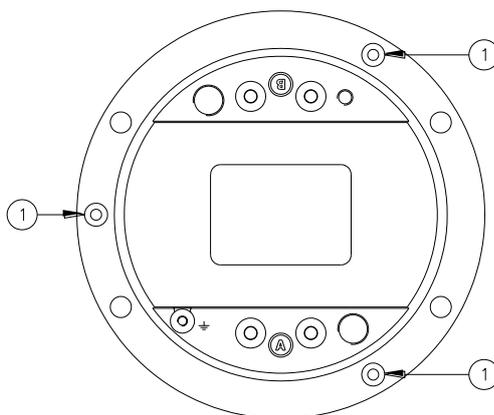

Figura 19 – Viti di fissaggio del coperchio inferiore
- Separare il coperchio inferiore dalla calotta svitando le tre viti di bloccaggio TSCE M5x10 (Figura 19 - n°1).
- tre viti di bloccaggio TSPEI M5x10 (Figura 19 - n°1);
Verificare il corretto posizionamento della guarnizione O-Ring tra calotta e coperchio inferiore (Figura 21 – n°2); montare il coperchio inferiore nella calotta e chiuderla con le tre viti TSPEI M5x10 (Figura 19 - n°1). Uno strato di adesivo anaerobico frenafilletti medio (per esempio LOXEAL 24-18) può essere applicato alle viti prima dell'installazione; coppia di serraggio 2,5 Nm.